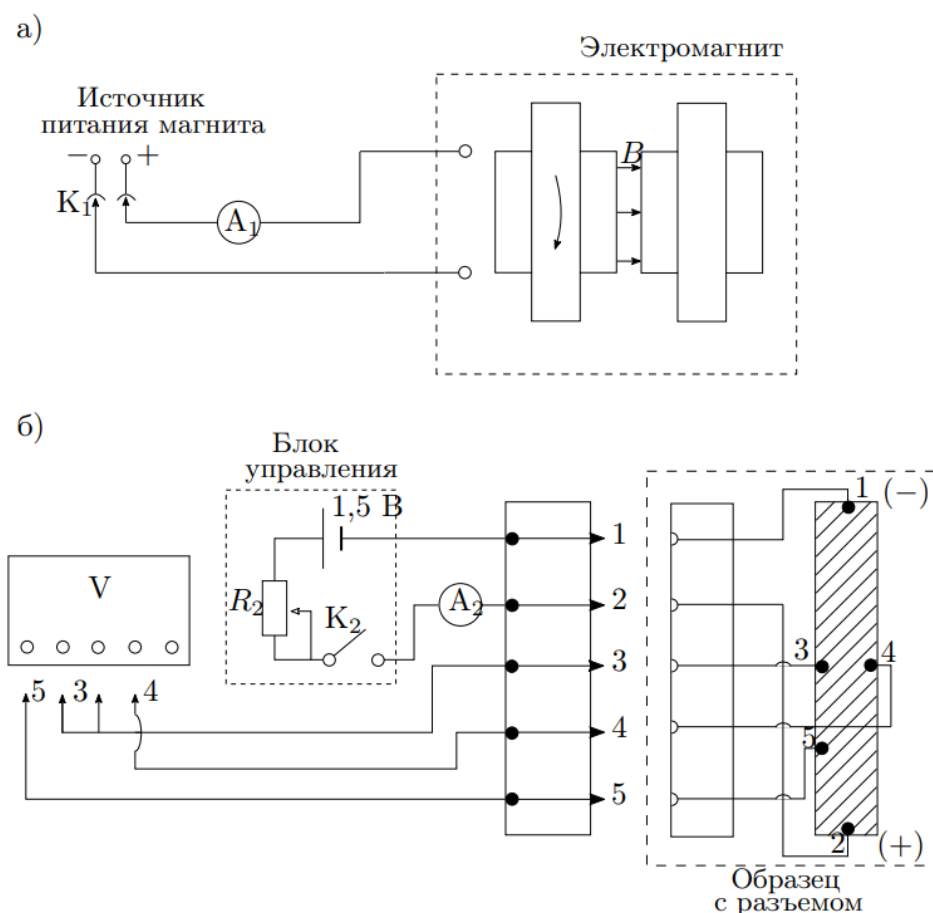

Рис. 1: Схема установки для исследования эффекта Холла в полупроводниках
Электрическая схема установки для измерения ЭДС Холла представлена на рис. 1. В зазоре электромагнита (рис. 1а) создаётся постоянное магнитное поле, величину которого можно менять с помощью регулятора источника питания электромагнита. Ток питания электромагнита измеряется внешним амперметром А1. Направление тока в обмотках электромагнита меняется переключением разъёма К1.
Прямоугольный образец из легированного германия, смонтированный в специальном держателе (рис. 1б), подключается к источнику питания образца. При замыкании ключа К2 вдоль длинной стороны образца течёт ток, величина которого регулируется на источнике питания образца и измеряется миллиамперметром А2.
1. Соберите установку согласно схеме на рис. 1.
Направление тока в образце показано знаками «+» и «-» на рис. 1. Направление тока в обмотках электромагнита при установке разъёма  $K_1$  в положение 1 показано стрелкой на торце магнита.